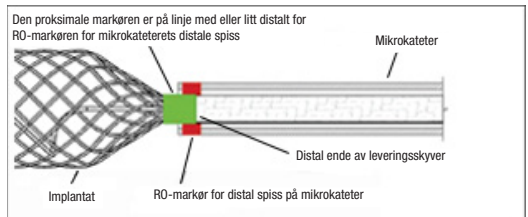

Figur 5 – Trekk leveringsskyveren i proksimal retning for å trekke tilbake implantatet
16. Med én hånd som holder den grønne innføringen, tar du tak i leveringsskyveren og trekker forsiktig proksimalt for å begynne å trekke implantatet tilbake, se figur 5.